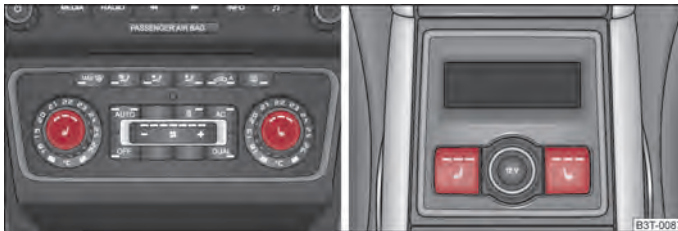

Abb. 64 Schalttafel: Regler für Beheizung der Vordersitze / Rücksitze
- Durch Drücken der Fläche des Reglers an der Stelle, an der sich das Symbol  ⇒ Abb. 64 - links befindet, können Sie die Sitzheizung des Fahrer- bzw. Beifahrersitzes einschalten und regulieren.
- Durch Drücken des Reglers  ⇒ Abb. 64 - rechts können Sie die Heizung am linken bzw. rechten Rücksitz einschalten und regulieren.